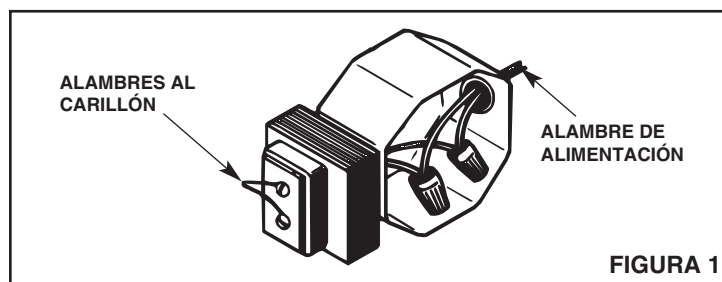

FIGURA 1
2. **Vea la Figura 1.** Monte el transformador a una caja de de conexión conveniente. No monte el transformador en un ático.